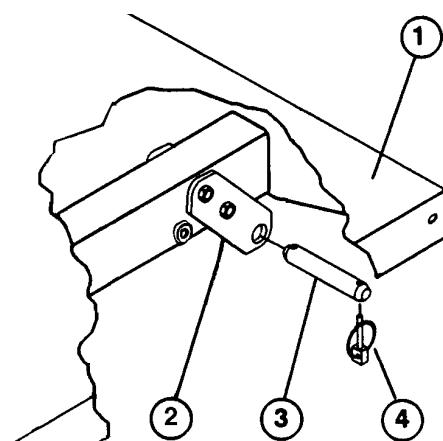

Bild 2
1. Die Bolzen und Klappstecker entfernen, die für Versandzwecke mit den Gelenkklaschen der Mulde verbunden sind (Bild 2).